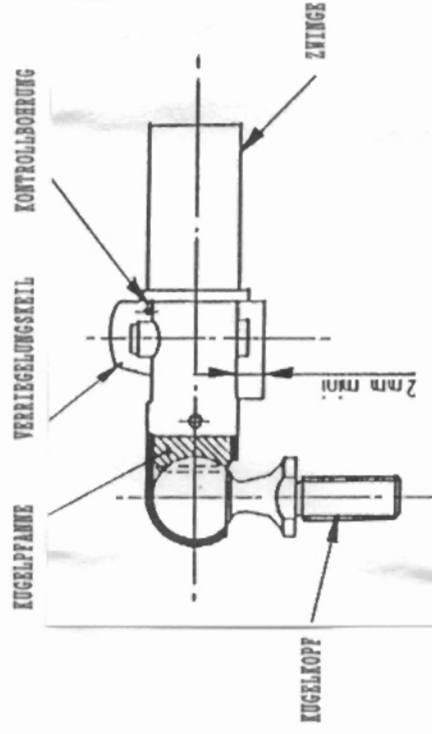

BILD 1
**VERRIEGELUNGSKEILS NACH ANSCHLUSS DER ZWINGE AN DEN KUGELKOPF (siehe Bild 1)**